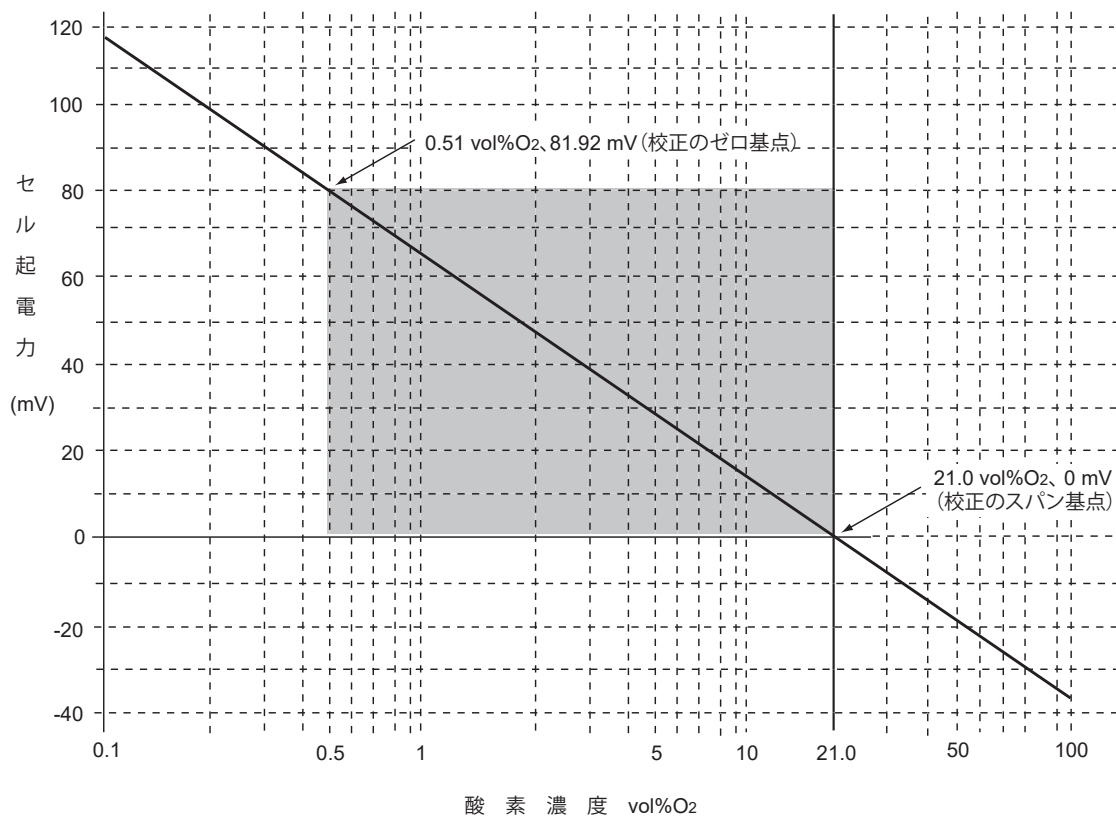

図7.1 測定ガス中の酸素濃度とセル起電力の関係（21.0 vol% O₂基準）
本機器でもセンサ (ジルコニア素子) を 750℃ の温度に加熱しているので、式 (2) の関係が成り立ちます。このとき、陰極側に接する比較ガスとして空気を用いた場合の陽極側に接する測定ガスの酸素濃度とセンサ (セル) 起電力との関係は、図 7.1 のようになります。